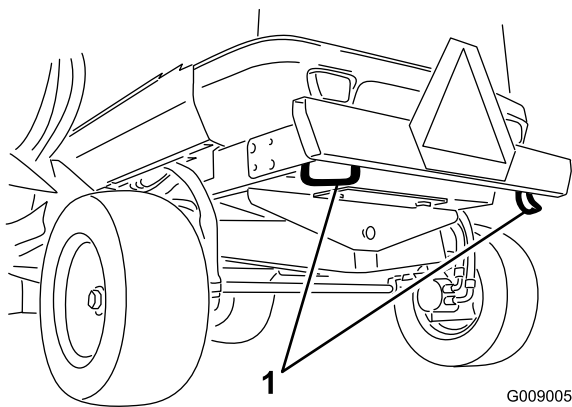

Bild 40
1. Vergurtungsstelle vorne (2)
- Hintere Stoßstange (2 Stellen) (Bild 40).